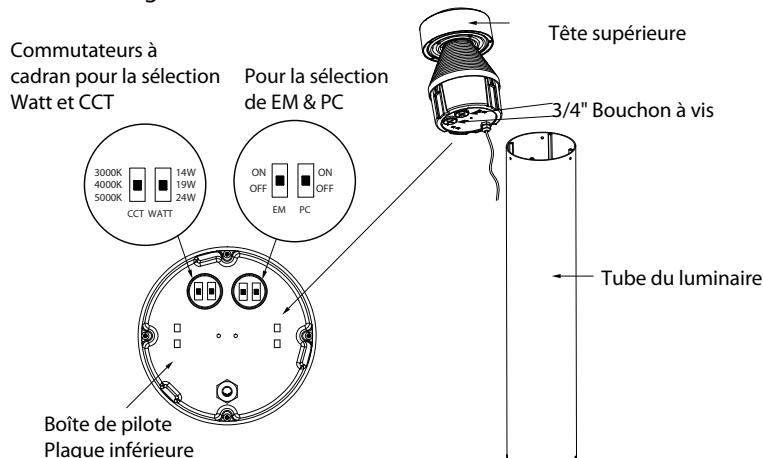

Fig 4
5. Retirer les 2 vis à bouchon 3/4" et sélectionner la puissance et le CCT souhaités, sélectionner marche/arrêt EM & PC souhaité, via le commutateur à cadran sur la plaque inférieure du boîtier de commande. Fig. 4